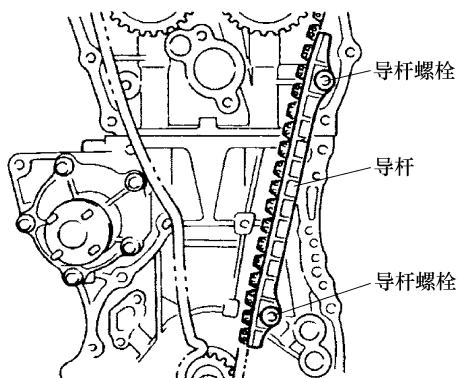

图 6-5 安装导杆
5) 向正时链条 No. 1 的导杆的滑动面加注发动机机油, 然后, 如图 6-5 所示, 进行安装。把导杆的螺栓拧紧到规定的力矩。